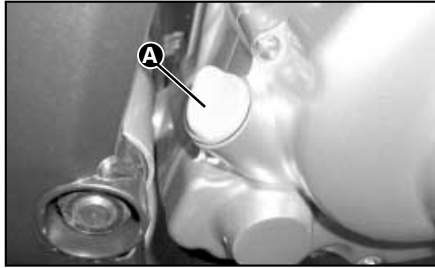

Fig. 1
4. Dévissez le bouchon / jauge "A" du trou de remplissage de l'huile (Fig. 1)
4. Svitare il tappo / asta "A" dell'orifizio di rifornimento dell'olio (Fig. 1)
4. Loosen the tap / rod "A" of the refilling oil hole (Fig. 1)
4. Lockern Sie den Verschlussdeckel / Pegelstab "A" des Einfülllochs (Abb. 1)
3. Dévisser le bouchon / jauge "A" (Fig. 1) du trou de remplissage de l'huile.
3. Loosen the tap / dipstick "A" (Fig. 1) from the hole of refilling oil.
3. Afloje el tapón / varilla "A" (Fig. 1) del orificio de aprovisionamiento del aceite.
9. Apriete el tapón / varilla "A" (Fig. 1) luego, ponga en marcha el motor haciéndolo funcionar en ralentí durante 2 ó 3 minutos.
9. Visser le bouchon / jauge "A" (Fig. 1) puis, mettez en marche le moteur en le faisant fonctionner au ralenti 2 à 3 minutes.
3. Svitare il tappo / asta "A" (Fig. 1) dell'orifizio di rifornimento dell'olio.
9. Stringere il tappo / asta "A" (Fig. 1) successivamente, avviare il motore facendolo funzionare al minimo durante 2 o 3 minuti.
9. Tighten the tap / dipstick "A" (Fig. 1), then start the engine letting it idle for at least 2 or 3 minutes.
3. Lockern Sie den Verschlussdeckel / Pegelstab "A" (Abb. 1) des Einfülllochs.
9. Nachdem Sie den Verschlussdeckel / Pegelstab "A" (Abb. 1) befestigt haben, starten Sie den Motor und lassen Sie ihn im Leerlauf während 2 bis 3 Minuten laufen.
- Quite el capuchón "A" (Fig. 1) del cable A.T. de la bujía "B".